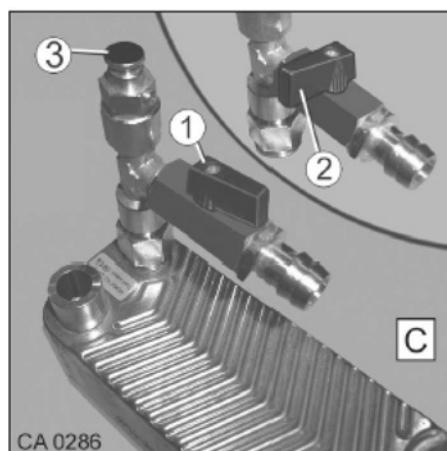

Fig. 191 Échangeur thermique moteur
1. Ouvrir la soupape de purge au moyen de la vis de purge (Fig. 191/3) et la laisser ouverte jusqu'à ce que plus d'air n'en sort.
1. Mode Hiver : Ouvrir la vanne de sectionnement du circuit (Fig. 191/1).
2. Mode Été : Fermer la vanne de sectionnement du circuit (Fig. 191/2).